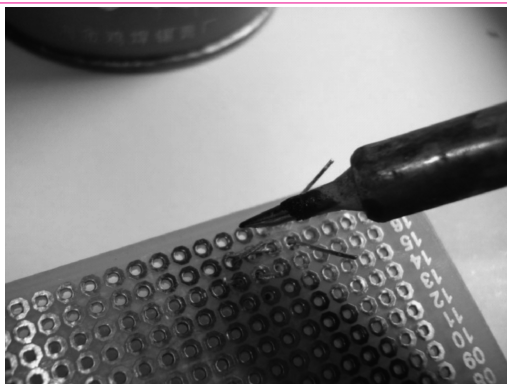

图 4-38 电烙铁焊接晶体管
3) 焊接晶体管时，为防止管子过热，电烙铁的功率不要过大，一般选 25 ~ 45W 的为宜，如图 4-38 所示。焊装时间不要过长。晶体管焊装到印制电路板上时，为了避免虚焊，焊前要在引脚上涂锡。在焊接和涂锡时，要用镊子夹住引脚靠近焊点部分或引脚根部，帮助散热。